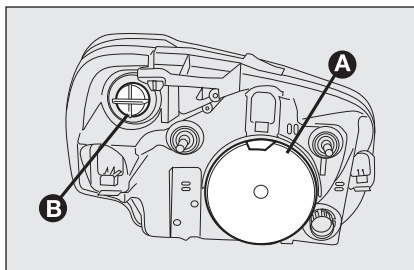
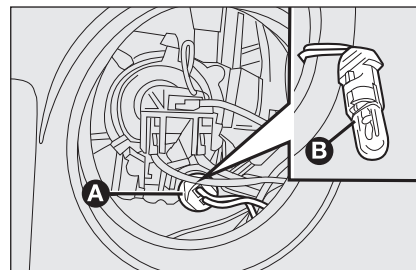

fig. 22
fig. 23
KOPLAMPUNITS fig. 22
- ☐ verwijder het beschermdeksel **A-fig. 22**;
- ☐ draai de lamphouder **A-fig. 22** linksom en verwijder de lamphouder;
- ☐ monteer de nieuwe lamp, plaats de lamphouder **A-fig. 23** en monteer het beschermdeksel **A-fig. 22** op de juiste wijze.
- ☐ haak de borgveer van de lamp los in de richting van de pijlen **fig. 22**;
- ☐ haak de borgveer van de lamp vast en monteert het beschermdeksel **A-fig. 22** op de juiste wijze.
- ☐ draai het beschermdeksel **B-fig. 22** linksom;